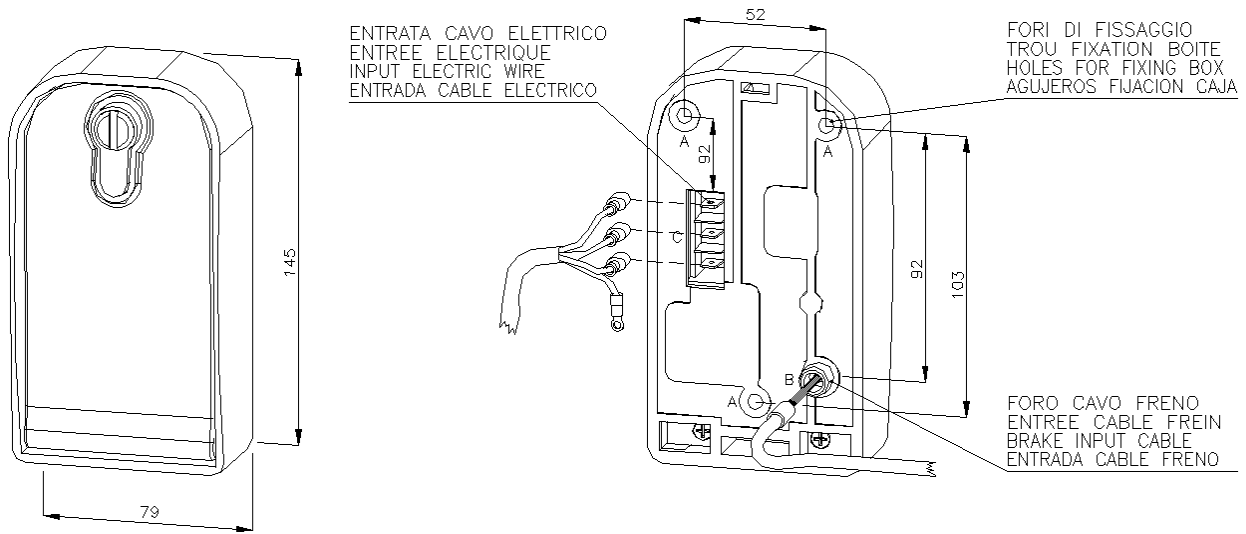
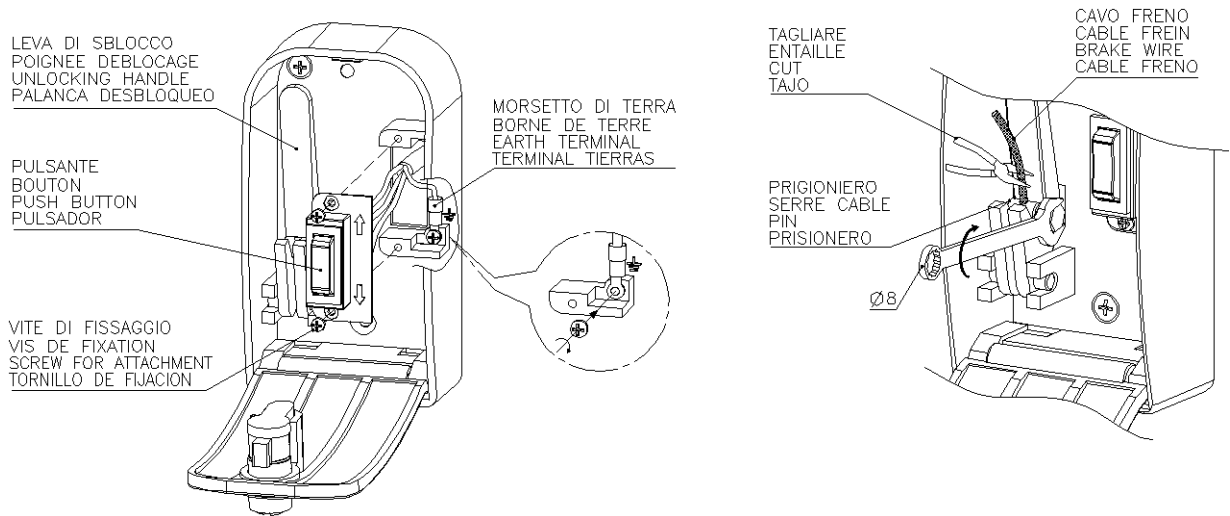
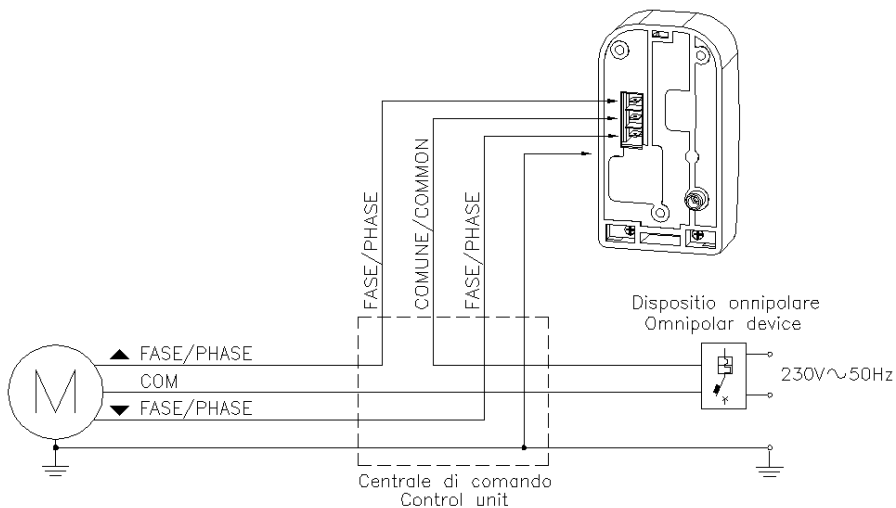

FIG.1
FIG.2
FIG.3
**PREPARAZIONE:** Predisporre l'uscita dei cavi elettrici e del cavo di sblocco dal muro, rispettando gli appositi ingombri del blindino. Eseguire i tre fori di fissaggio per avvitare il blindino alla parete (fig.1)
**INSTALLAZIONE:** Togliere dalla sede il pulsante svitando le due viti di fissaggio (fig.2). Eseguire i collegamenti elettrici come mostrato in fig. 3; Bloccare il terminale di terra nell'apposita sede (fig. 2).
**COLLEGAMENTO DELLO SBLOCCO:** Inserire il cavo dello sblocco nell'apposita sede (fig. 1 e 2) e inserire il cavo metallico nel foro della leva. Posizionare la leva nell'apposita sede. Applicare sul cavo il prigioniero accostandolo alla leva e serrandolo con chiave da 8mm (fig. 2). Agire sulla vite di registro posta sul fondo del freno del motoriduttore e porre in tiro la guaina. Tirare la leva e verificare che il motoriduttore venga sbloccato movimentando a mano la serranda. Se necessario agire di nuovo sulla vite di registro o sulla vite d'arresto. Verificare il serraggio e tagliare il cavo in eccedenza (fig. 2).
**PREPARATION:** Disposer la sortie des câbles électriques et du câble de déblocage du mur en respectant les espaces prévus à cet effet sur le corps du sélecteur. Réaliser les trois perforations de fixation pour visser le boîtier au mur (fig.1).
**INSTALLATION :** Retirer le bouton poussoir de son emplacement en enlevant les deux vis (fig 2). Effectuer les raccordements électriques comme illustré dans la fig.3; bloquer la borne de terre dans son siège (fig. 2).
**RACCORD DU DISPOSITIF DE DEBLOCAGE :** Placer le câble de déblocage dans son siège (fig. 1 et 2) et le câble métallique dans le trou du levier. Mettre maintenant le levier à son emplacement. Placer le prisonnier sur le câble en l'approchant du levier et le serrer avec une clé de 8mm (fig.2). Manipuler le tendeur placé dans la partie arrière du frein du motoreducteur et tendre la gaine. Tirer le levier et vérifier que le motoreducteur est bien débloqué en bougeant manuellement la fermeture. S'il n'est pas tout à fait débloqué, manipulez à nouveau la commande ou le prisonnier. Vérifier le serrage et couper la partie excédentaire du câble (fig. 2).
**PREPARATION:** Prepare the electrical wire and release cable outlet from the wall, respecting the preset spaces on the switch box. Drill three holes to fix the casing to the wall (fig. 1).
**INSTALLATION:** Unscrew the push button fixing screws and remove the push button (fig. 2). Hook up the electrical connection as shown in fig. 3; attach the ground terminal to its place (fig. 2).
**CONNECTING BRAKE UNLOCK CABLE:** Insert the release cable into its slot (fig. 1 and 2) and insert the metallic cable in the lever hole. Move the lever to its place. Place the set screw on the cable and approach it to the lever. Tighten the set screw with a 8mm wrench. Move the tightener on the back side of the motoreducer brake and tighten the sheath. Pull the lever and move the device manually to check that the motoreducer in unlocked. If the motoreducer were not completely unlocked, adjust the tightener or the set screw. Make sure that it has been tightened firmly and cut off any excess cable (Fig.2).
**PREPARACION:** Preparar la salida de los cables eléctricos y del cable de desbloqueo de la pared, respetando los espacios previstos en el cuerpo del selector. Realizar los tres agujeros de fijación para atornillar la caja en la pared (fig. 1).
**INSTALACION :** Sacar el pulsador de su alojamiento desatornillando los dos tornillos (fig. 2). Effectuer les raccordements électriques comme illustré dans la fig.3 ; bloquer la borne de terre au pivot en aluminium (fig.2).
**CONEXIÓN DEL DESBLOQUEO:** Introducir el cable de desbloqueo en el espacio al efecto (fig. 1 y 2) e insertar el cable metálico en el agujero de la palanca. Colocar ahora la palanca en su lugar. Aplicar en el cable el prisionero acercándolo a la palanca y apretarlo con una llave de 8mm (fig.2). Actuar sobre el tensor colocado en la parte posterior del freno del moto reductor y poner en tensión la funda. Tirar de la palanca y verificar que el moto reductor esta desbloqueado moviendo a mano el cierre. En el caso que no este del todo desbloqueado, vuelva a actuar sobre el registro o sobre el prisionero. Verificar el cierre y cortar el exceso de cable (Fig.2).